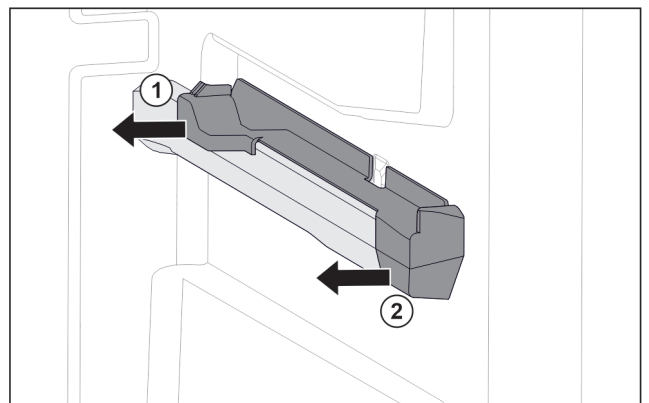

Fig. 93 Insteekelstuk op rechter containerrib
- ▶ Insteekelstuk achter naar de zijkant toe eraf trekken. Fig. 93 (1)
- ▶ Insteekelstuk voor naar de zijkant toe eraf trekken. Fig. 93 (2)